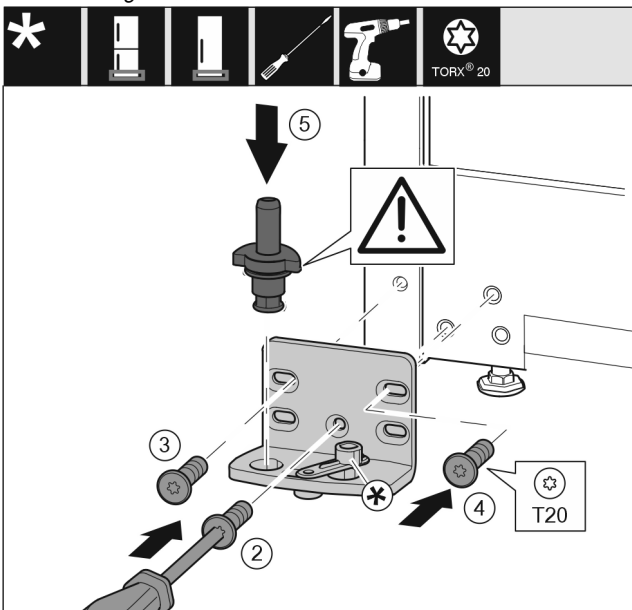

Fig. 38
- ▶ 将托架安装到另一侧，并借助螺丝刀旋紧。用螺钉 Fig. 38 (2) 从底部的中心开始。
- ▶ 拧紧螺钉 Fig. 38 (3) 和螺钉 Fig. 38 (4)。
- ▶ 将轴承螺栓 Fig. 38 (5) 完全装入。同时注意止动凸轮需指向后方。
- ▶ 将托架安装到另一侧，并借助螺丝刀旋紧。用螺钉 (2) 从底部的中心开始。*
- ▶ 拧紧螺钉 (3) 和螺钉 (4)。*
- ▶ 将关门阻尼器连接装置 (5) 旋转 180°。用螺丝刀拧紧托架的另一侧。*
- ▶ 将轴承螺栓 (6) 完全装入。同时注意止动凸轮需指向后方。*